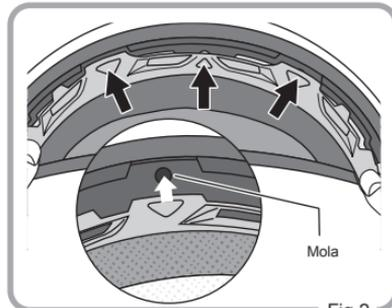

Fig.2
2. Aperte as 3 molas na frente, como se mostra na Fig.2.